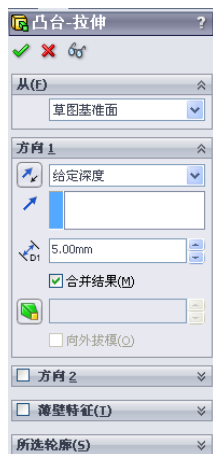

图 10-196 进行拉伸操作
5) 生成“拉伸”特征。单击“特征”工具栏中的 (拉伸凸台/基体) 按钮，或选择“插入”→“凸台/基体”→“拉伸”菜单命令，系统弹出“凸台-拉伸”属性管理器，在方向 1 的“深度”栏中输入数值“5”，如图 10-196 所示，单击 (确定) 按钮。